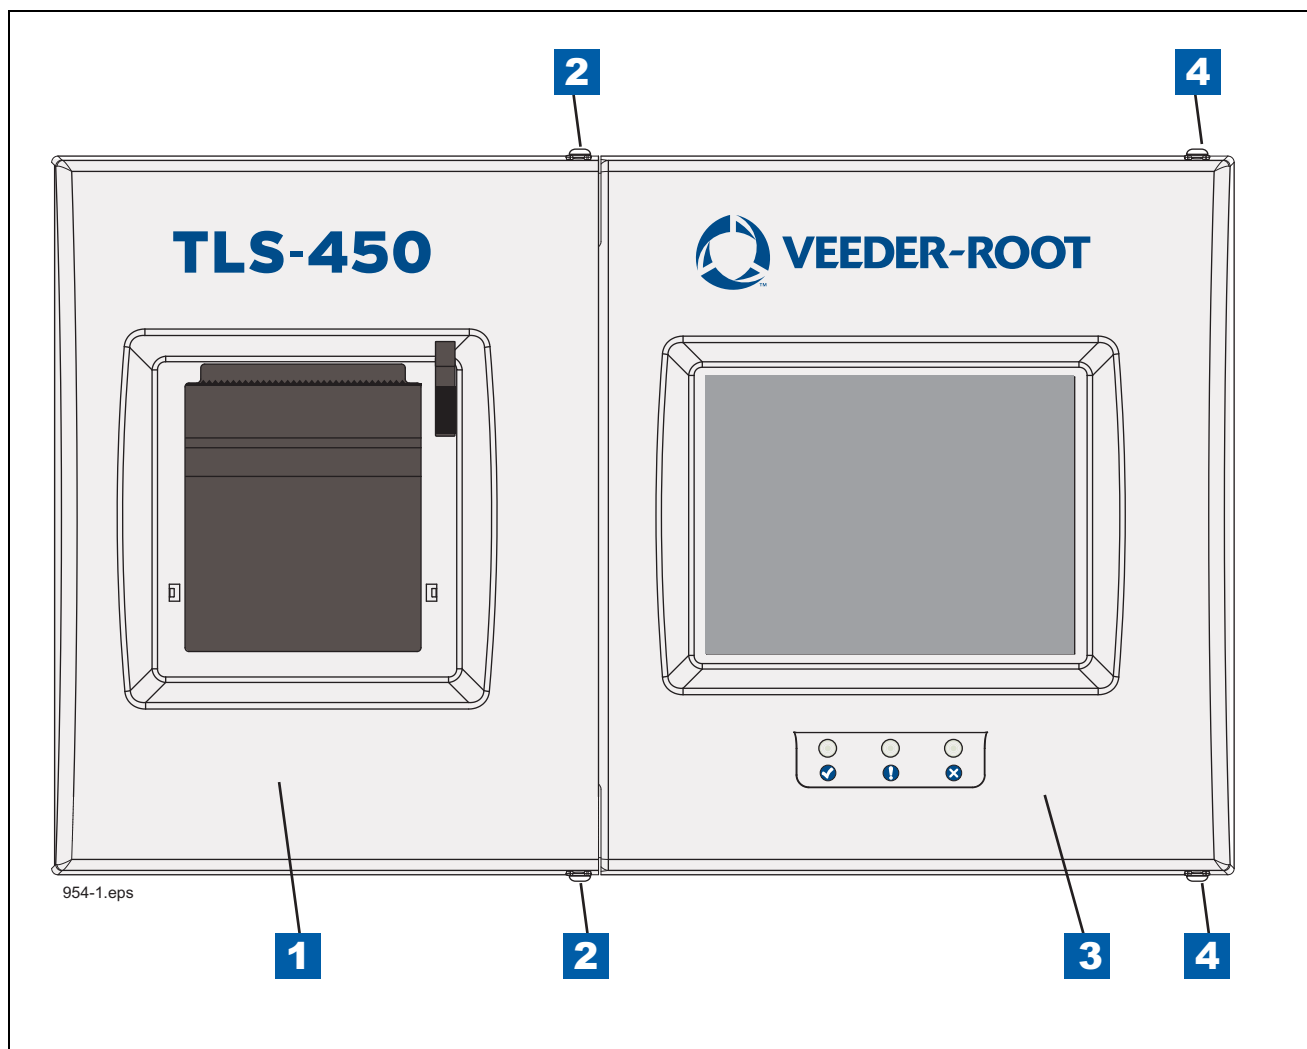

Figura 5. Abertura das tampas do console TLS-450
2. Abra as duas tampas para a esquerda (ver Figura 5).
LEGENDA PARA CAIXAS NUMERADAS LIG Figura 5